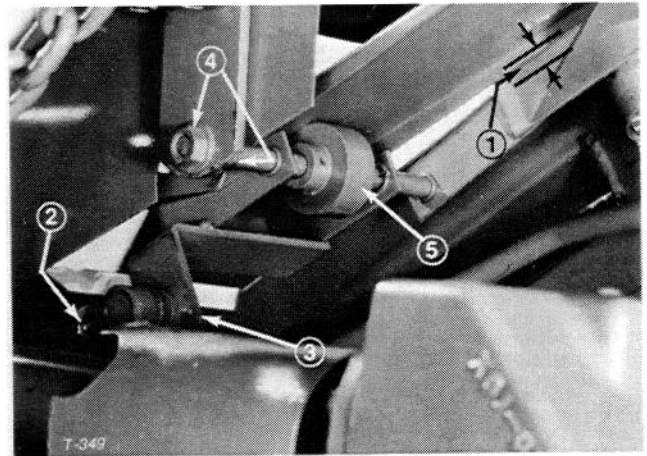

Bild 37
2. Das Fahrpedal ganz durchdrücken. Zwischen der Vorderkante des Fahrpedals (innen) und der dreieckigen Stützstrebe (Bild 37) muß sich ein Abstand von 1,6 mm ergeben. Wenn dieser Abstand den Vorschriften entspricht, ist das Kontrollgestänge richtig eingestellt. Wenn sich ein anderer Abstand ergibt, eine Einstellung nach Schritt 3 durchführen.
3. Die Klemmutter an der Vorderseite des Kontrollgestänges (Bild 37) lockern. Den Splint und die Nutmutter entfernen, mit denen der kegelförmige Einsatz in der Gelenkbefestigung an der Unterseite des Fahrpedals abgesichert wird.
1. Die zwei Muttern lockern, mit denen die Fahrpedalwelle an der rechten Seite des Pedals abgesichert wird (Bild 37).